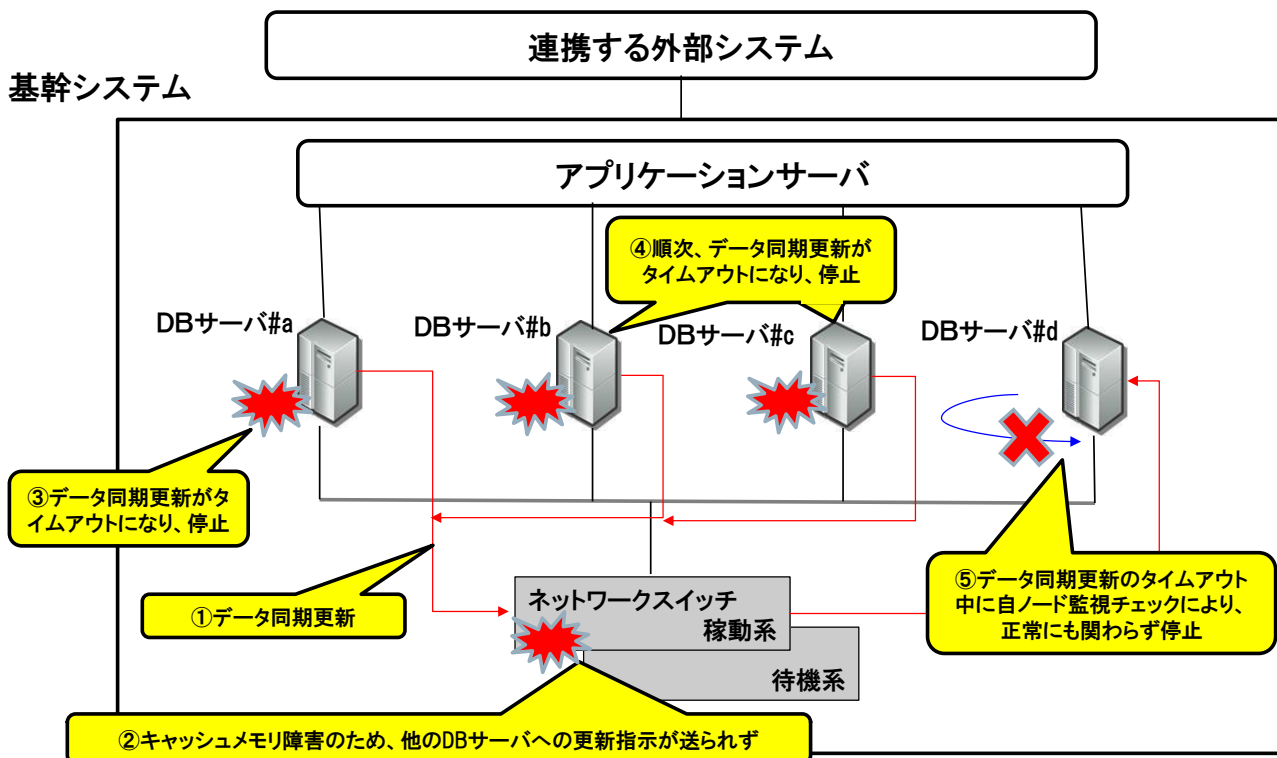

図 3. 23-2 障害経緯
サーバ停止の直接の原因は、ネットワークスイッチのキャッシュメモリ故障であった。このスイッチは、本件に関してエラーメッセージを出力しなかったため障害検知ができなかった。以下、全 DB サーバが停止した経緯を示す（図 3. 23-2）。
DB サーバ#a にデータ更新が行われた際、DB サーバ#a はデータ同期更新機能によって他の DB サーバ 3 台との間でセッションを張り、DB サーバ#a から他の DB サーバ 3 台へデータ更新の送信を行った（図 3. 23-2 ①）。この時点でネットワークスイッチが正常動作しておらず他の DB への同期更新が正常に行われなかったため（図 3. 23-2 ②）、DB サーバ#a と受信側の DB サーバがタイムアウトになった。監視機能は DB サーバ#a が DB 更新エラーになった通知を受け取り、DB サーバ#a を止めた（図 3. 23-2 ③）。DB サーバ#b、#c でも DB サーバ#a と同様の DB 更新エラーが発生し、順次停止していった（図 3. 23-2 ④）。
ング悪く DB サーバ#d は、停止する直前の DB サーバ#c のデータ同期更新中に自ノード監視機能の SQL を投入したため、この SQL がデータ同期更新のタイムアウトに巻き込まれてタイムアウトになってしまい、DB サーバ#d も停止してしまった（図 3. 23-2⑤）。